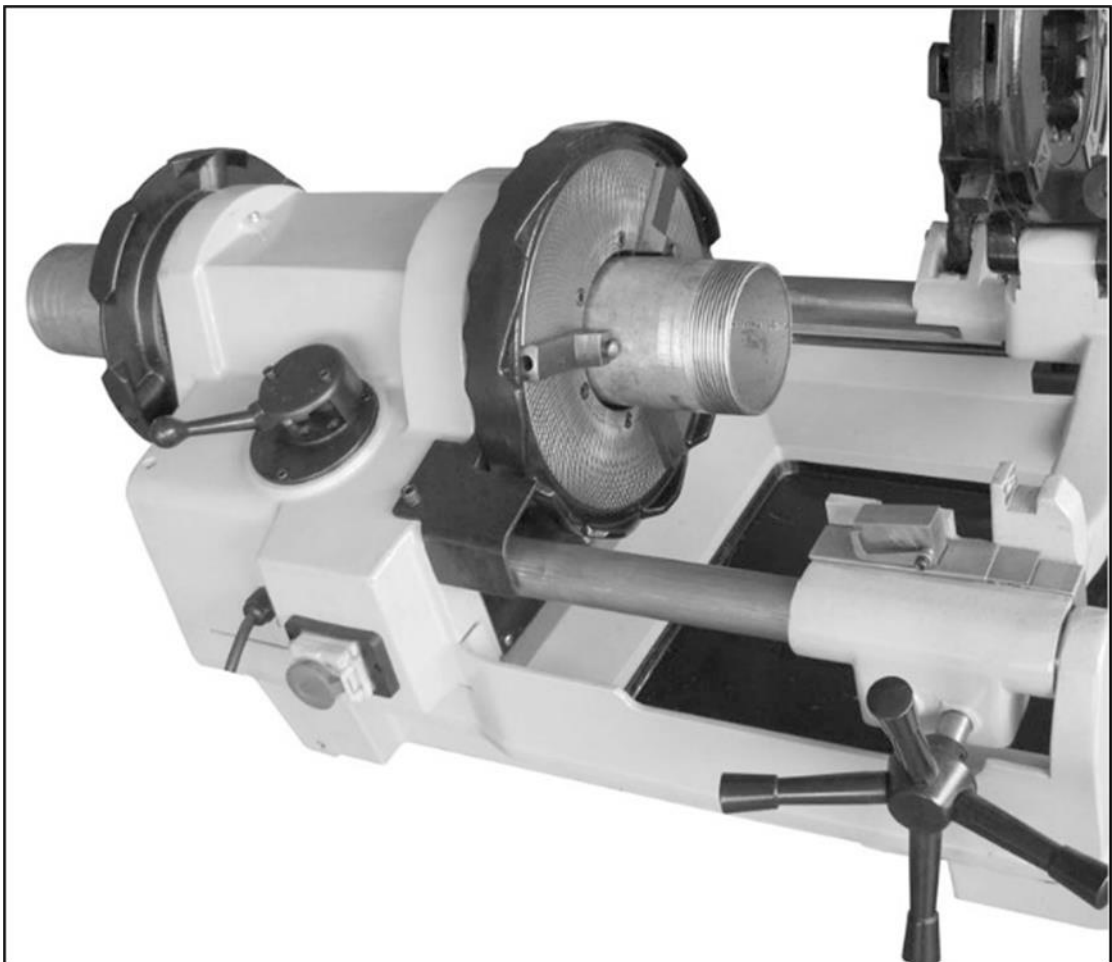

Рис. 1 Фиксация трубы
8. Периодически проводите техническое обслуживание. Смазывайте станок (Рис. 1) и вовремя меняйте принадлежности в соответствии с инструкциями данного руководства, чтобы сделать работу со станком более безопасной.
3. Вставьте трубу в резьбонарезной станок так, чтобы конец, предназначенный для обработки, либо метка отреза трубы оказались на расстоянии 5 сантиметров от зажимов переднего зажимного патрона (Рис. 1).
2. Установите ручку переключения передач на 36 об/мин. (Рисунок 1).